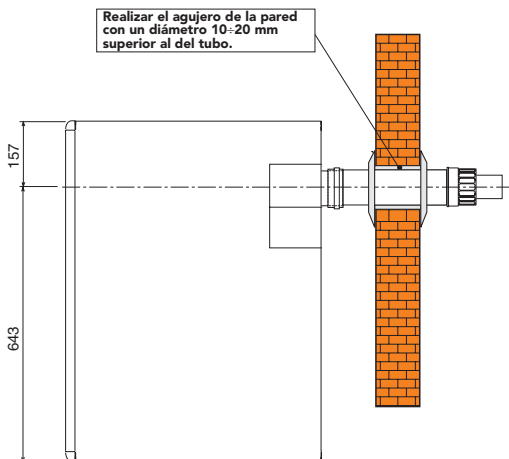

fig. 4a
4. Si es necesario, cortar el tubo terminal a medida, considerando que la tubería exterior debe sobresalir de la pared de 10 a 60 mm (figs. 4a y 4b). Eliminar las rebabas del corte.